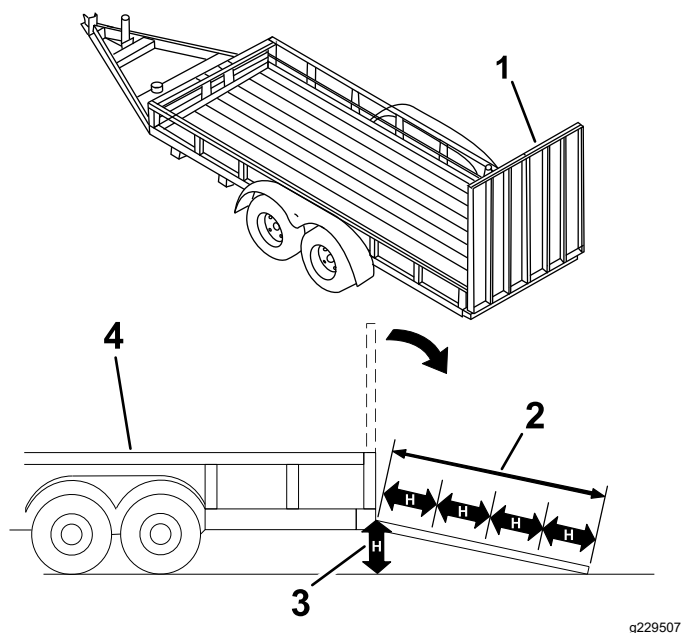

Figure 22
Le chargement de la machine sur une remorque ou un camion augmente le risque de basculement et donc de blessures graves ou mortelles (**Figure 22**).
3. Abaissez la rampe (**Figure 22**).